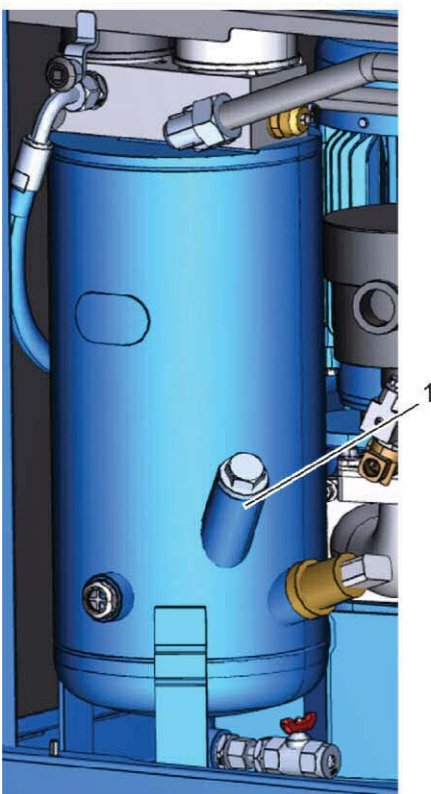

Рис. 33: Заливной штуцер компрессора типа 6 – 15
6. При помощи воронки залейте охлаждающую жидкость до уровня приблизительно на 2 см ниже заливной кромки заливного штуцера (Рис. 33/1).